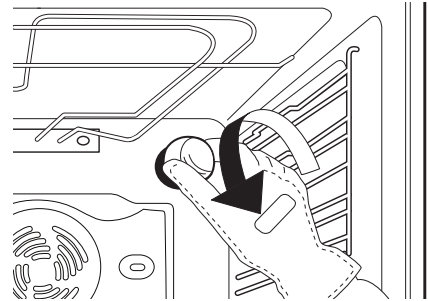

Abb. 5
2. Schrauben Sie die Lampenabdeckung ab (Abb. 5). Wechseln Sie die Glühlampe aus (bezüglich des Typs siehe nachstehenden Hinweis) und schrauben Sie die Lampenabdeckung wieder auf.
- Die in diesem Gerät verwendete Lampe ist speziell für elektrische Geräte ausgelegt und nicht geeignet für die Beleuchtung von Räumen eines Haushalts (EU-Regelung (EC) Nr. 244/2009).